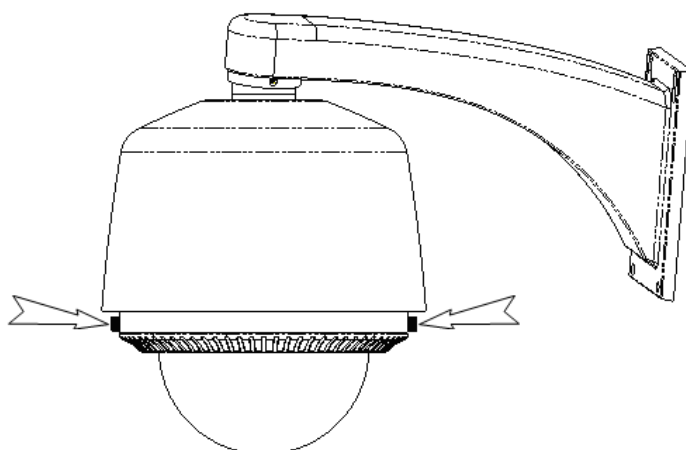

Figura 1.2.8
7. Coloque la cúpula y apriete los dos tornillos de sujeción de ambos lados (Figura 1.2.8)